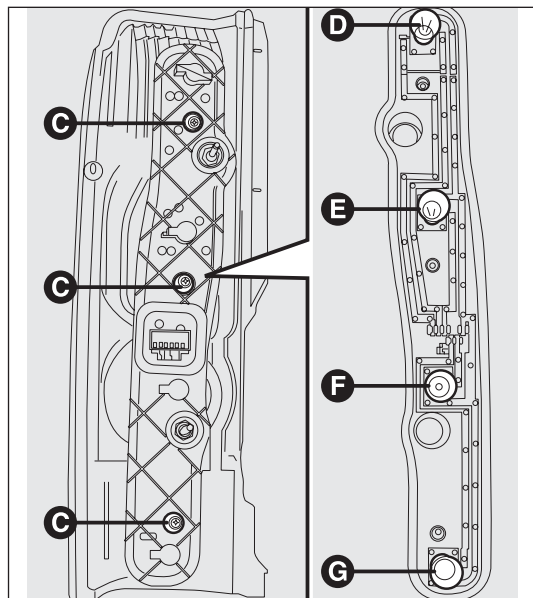

fig. 196
- dévisser les vis C-fig. 196 au moyen du tournevis fourni et extraire la douille ;